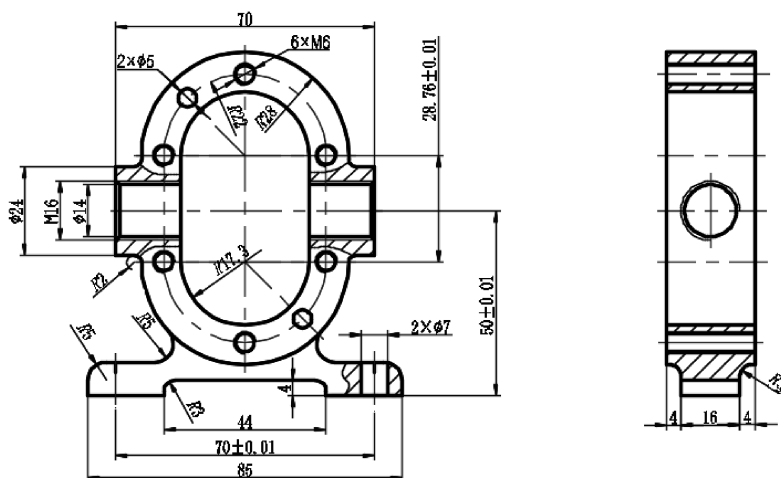

图 14-36 尺寸标注
(1) 切换图层。将当前图层切换到“尺寸标注层”，单击“默认”选项卡“标注”面板中的“标注样式”按钮, 单击“修改”按钮，将“文字高度”设置为4.5，单击“确定”按钮，将“机械制图标注”样式设置为当前使用的标注样式。
(2) 尺寸标注。单击“默认”选项卡“标注”面板中的“线性”按钮, “半径”按钮和“直径”按钮, 对主视图和左视图进行尺寸标注。其中，标注尺寸公差时要设置替代标注样式，结果如图14-36所示。